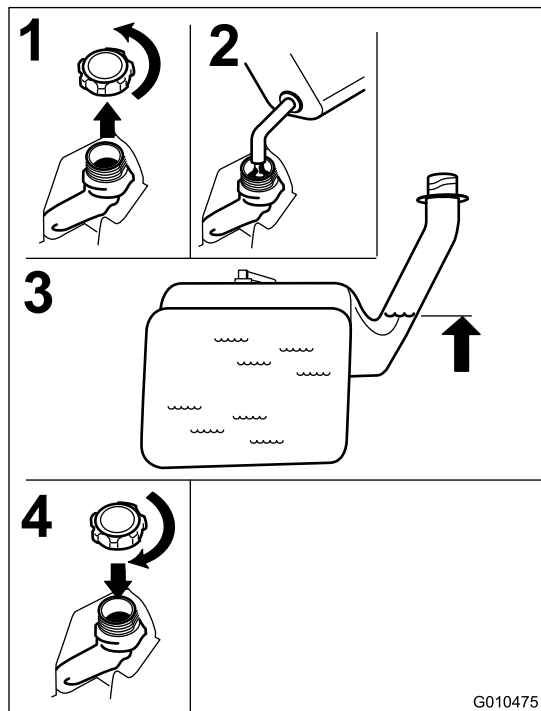

Figure 10
3. Remplissez le réservoir de carburant jusqu'à la base du goulot de remplissage (Figure 10).